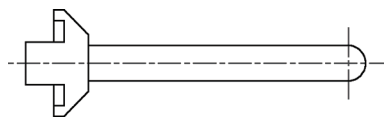

图 4-31 绘制圆弧
(5) 绘制圆弧 单击“绘图”工具栏中的“圆弧”按钮，以中心线交点为圆心，以上下水平实线最右端两个端点为圆弧两个端点，绘制圆弧。结果如图 4-31 所示。